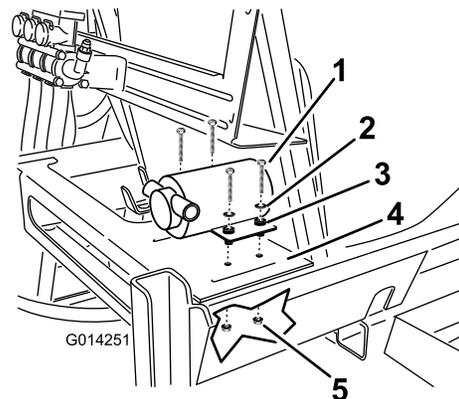

Figura 19
1. Individuate la pompa nelle parti sciolte e montatela sulla base posteriore del telaio del serbatoio, a destra del serbatoio principale (Figura 19).
2. Fissate la pompa al telaio mediante quattro bulloni, quattro rondelle e quattro dadi di bloccaggio (Figura 19).